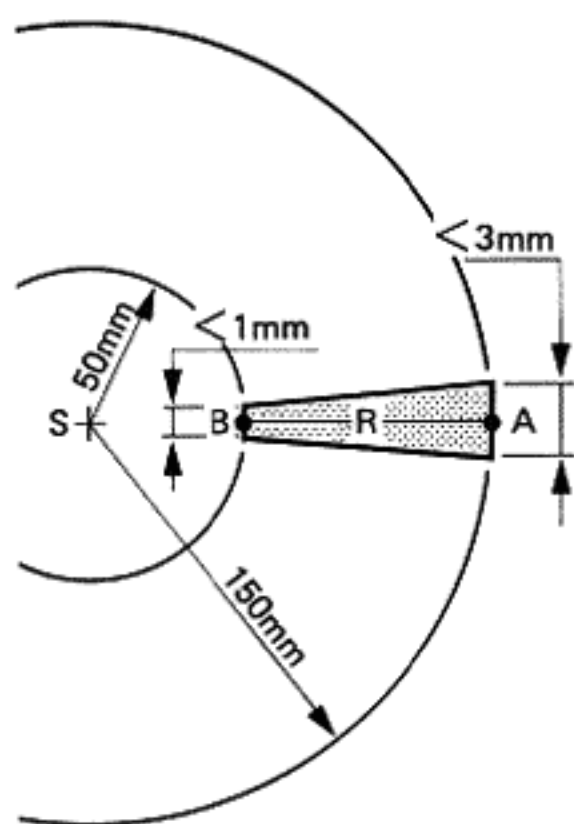

Fig. 2.1
- Parallelität der Nadelführung gegenüber der Plattentelleroberfläche überprüfen. Zulässige Abweichung innerhalb Punkt «A» und Punkt «B» < 0,3 mm (Fig. 2.1).
- Check parallel guiding of the stylus relative to platter surface. Admissible deviation between position "A" and "B" < 0.3 mm (Fig. 2.1).